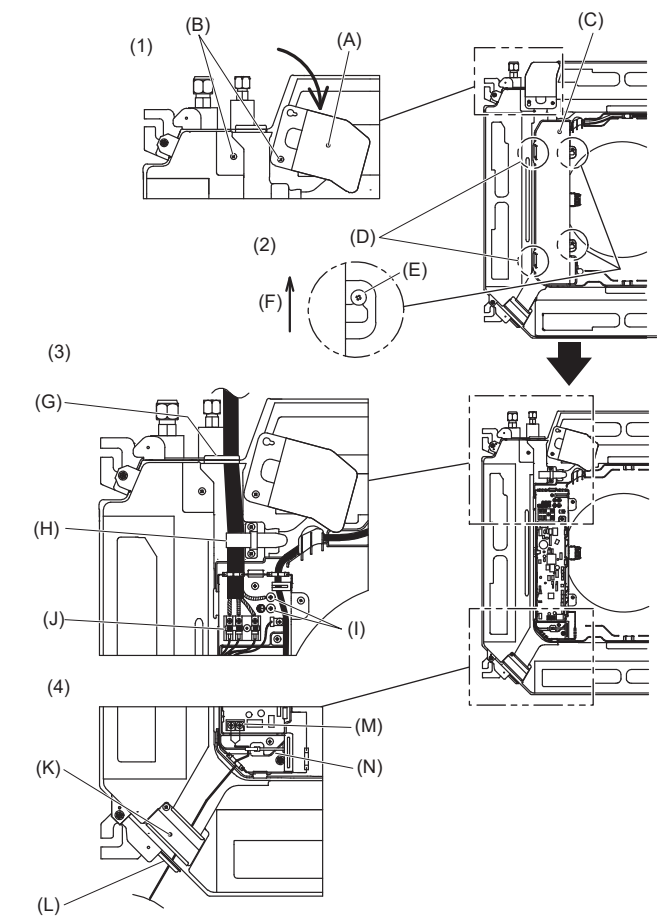
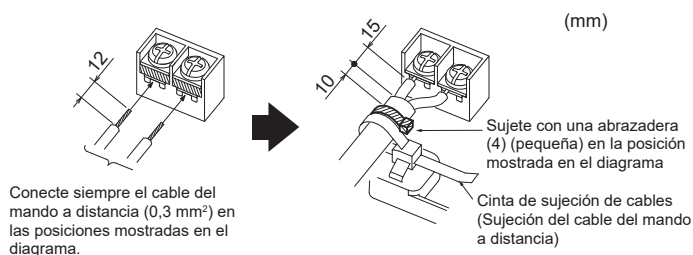

Fig. 6-1
Fig. 6-3
6.1. Unidad interior (Fig. 6-1)
1. Afloje los dos tornillos que fijan el panel de servicio del cableado, y luego gire dicho panel. [Fig. 6-1 (1)]
2. Afloje los dos tornillos que fijan la cubierta de la caja eléctrica y luego deslice dicha cubierta. [Fig. 6-1 (2)]
3. Pase el cable de alimentación, el cable de conexión de la unidad interior/exterior y el cable a tierra a través de las entradas de cableado indicadas en el diagrama. [Fig. 6-1 (3)]
Si no puede utilizar terminales engarzados redondos, consulte de la Fig. 6-3 a la 6-6. Consulte los detalles de la conexión en los apartados 6.1.1. y 6.1.2.
4. Pase y conecte el cable del mando a distancia por las entradas de cableado indicadas en el diagrama. [Fig. 6-1 (4), Fig. 6-3]